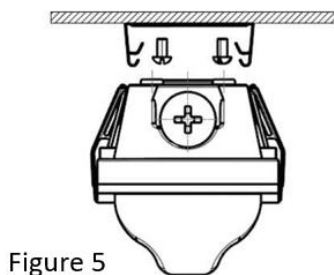

Figure 5
2. Aligner le boîtier du luminaire avec les supports et enclencher le luminaire en place (Voir Figure 5)